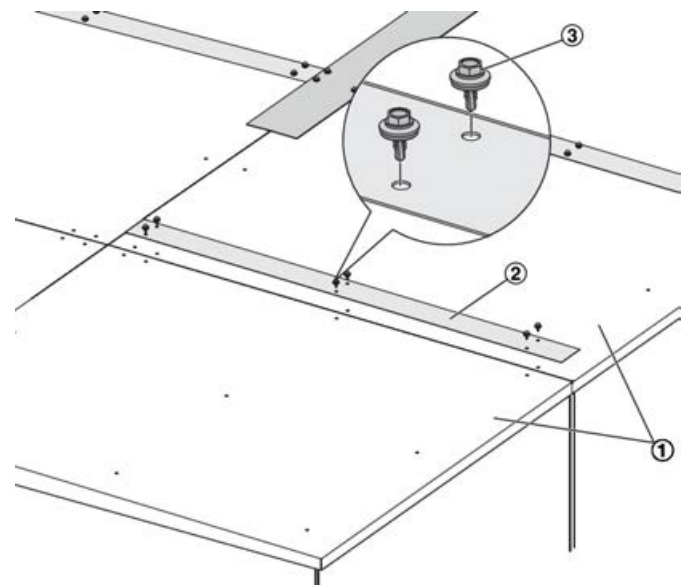

Abb. 21: Verbindung von Dachsegmenten
- ① Dachsegmente
- ② Abdeckschienen
- ③ Bohrschrauben mit Dichtscheiben
- ④
- 1 ▶ Alle Fugen zwischen den Dachsegmenten (Abb. 21 /1) mit Abdeckschienen (Abb. 21 /3) verbinden, Abdeckschienen mit Bohrschrauben (Abb. 21 /4) befestigen.